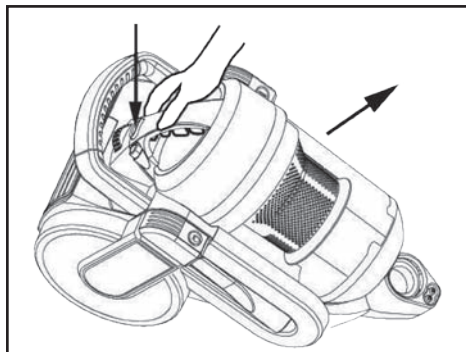

Fig. 7
- Presione el botón de liberación del depósito (14) y levante el recipiente de residuos (fig. 7).